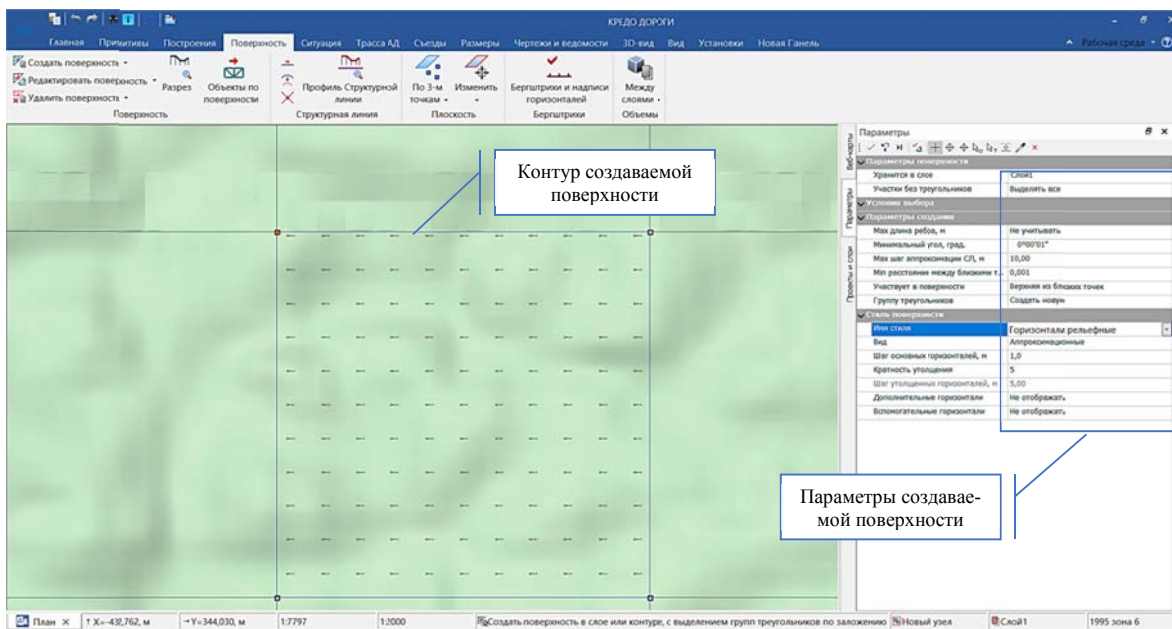

Рис. 7.9. Параметры создания поверхности
8. Для создания цифровой модели рельефа по импортированным данным необходимо выполнить команду ПОВЕРХНОСТЬ – СОЗДАТЬ ПОВЕРХНОСТЬ – СОЗДАТЬ В СЛОЕ ИЛИ КОНТУРЕ, затем указать контур для создания поверхности и параметры ее создания на локальной паркуемой панели **Параметры** (рис. 7.9).